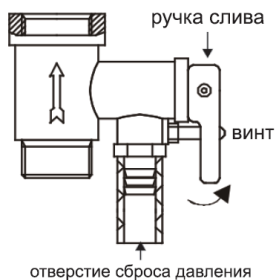

Рисунок 5
4. На входной патрубок, обозначенный голубым цветом и стрелкой направления течения воды, накрутите предохранительный клапан так, чтобы течение воды совпадало с направлением стрелки на корпусе клапана. На отверстие сброса давления предохранительного клапана (см. рисунок 5) оденьте дренажную трубку* для отвода воды (возможно появление при нагревании) в канализацию (трубку необходимо направить строго вниз и запрещено перегибать её).
- нажать до щелчка кнопку, расположенную по центру термовыключателя, который находится рядом с ТЭНом (имеет круглую форму), рисунок 5;